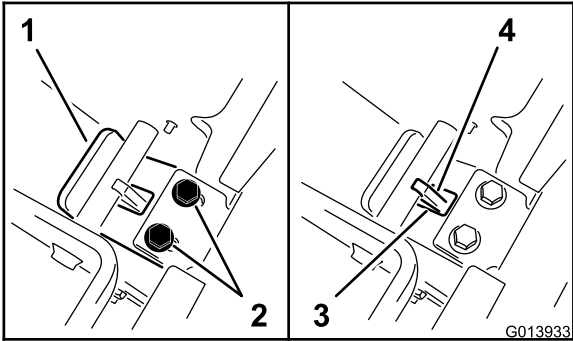

Figura 9
- Manteniendo la presión sobre la chapa trasera, deslice la lengüeta hacia usted, hasta que el borde de la chapa de la lengüeta entre en contacto con el travesaño (Figura 9).